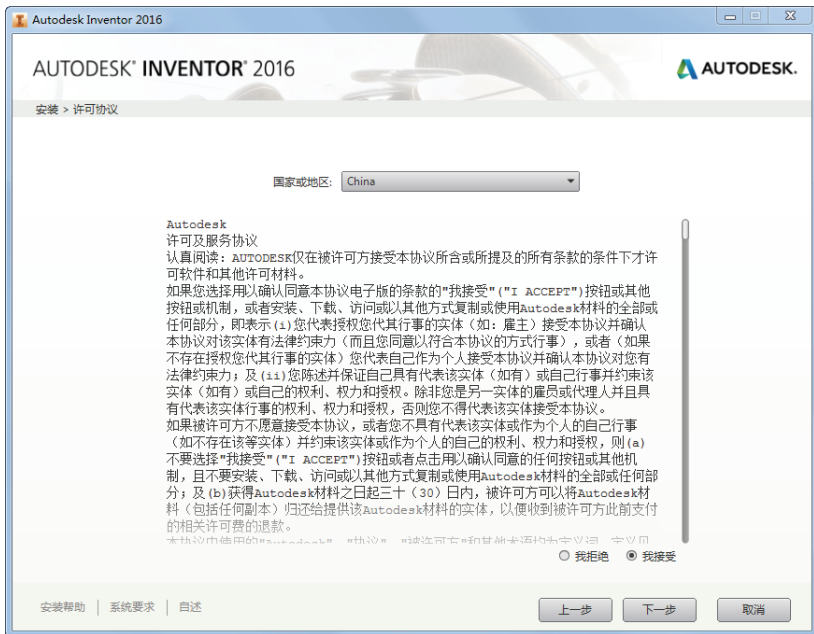

图 1-4 “许可协议”界面
(2) 单击“安装”按钮，进入“许可协议”界面，选中“我接受”选项，如图 1-4 所示。